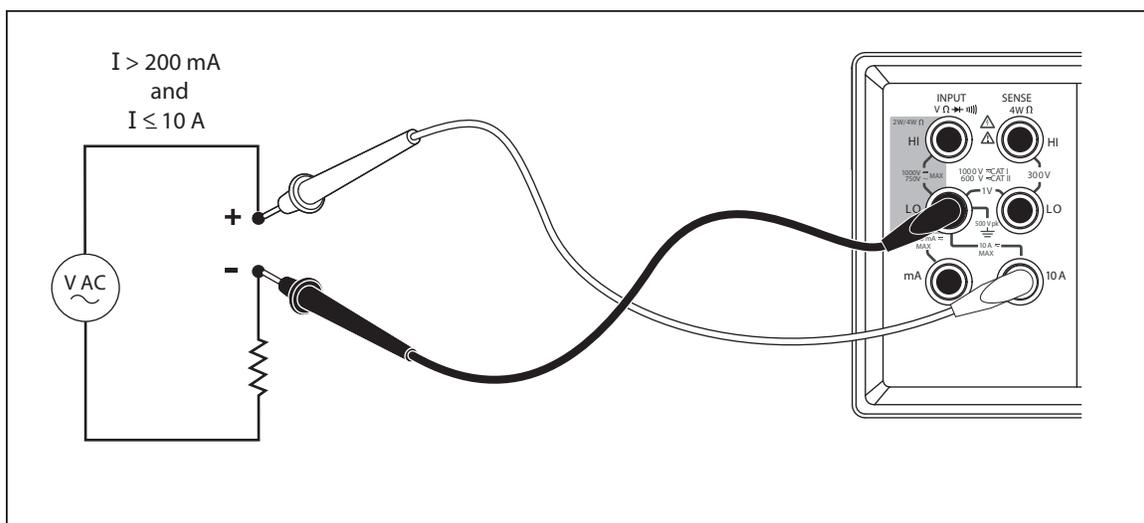

図 3-9. 電流測定 200 mA ~ 10 A
5. 電流値が 200 mA ~ 10 A と考えられる場合は、10 A 端子と LO 端子だけをテスト・リードで接続します。図 3-9 を参照してください。